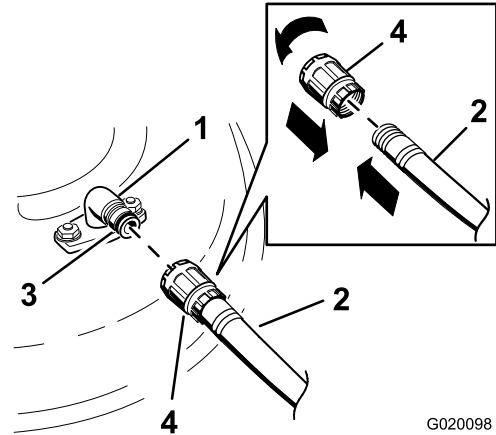

Figure 62
3. Branchez le raccord du tuyau d'arrosage à au raccord de lavage de la tondeuse et ouvrez l'eau en grand (Figure 62).